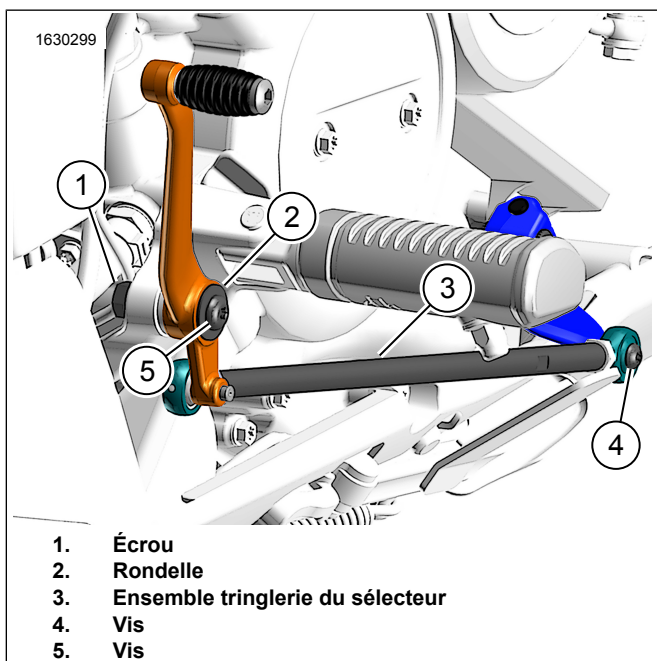
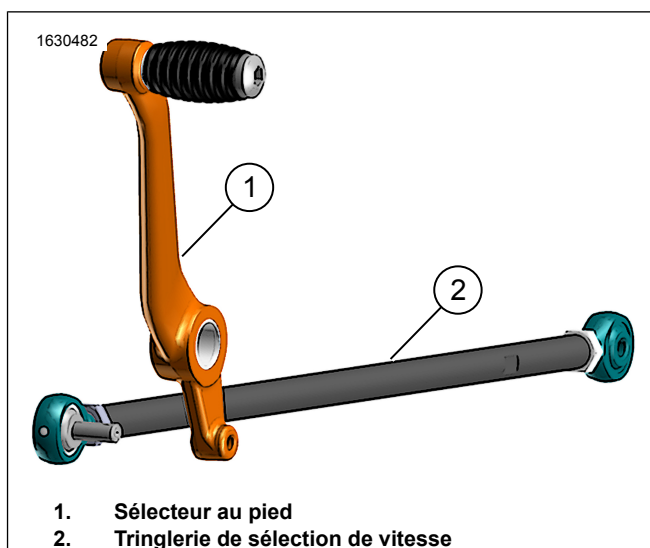

Figure 2. Ensemble tringlerie de sélection de vitesse
Figure 3. Sélecteur au pied
1. Voir la figure 2. Déposer la tringlerie de sélection de vitesse.
- a. Déposer la vis (4).
- b. Retirer la vis (5), la rondelle (2) et l'écrou (1).
- c. Déposer l'ensemble tringlerie de sélecteur (3).
2. Voir la figure 3. Déposer le tige de sélecteur d'origine (2) du sélecteur au pied (1).
1. Voir la figure 3. Installer la tige de sélecteur d'origine (2) sur le sélecteur au pied (1). Serrer.
2. Voir la figure 2. Installer la tringlerie de sélection de vitesse.
- a. Installer la **nouvelle** tringlerie de sélection de vitesses (3).
- b. Poser la vis (4). Serrer.